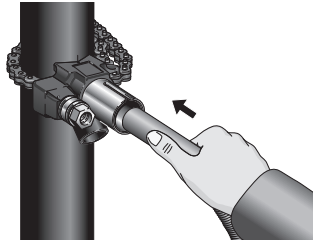

Figura 7 – Extracción de las virutas residuales
9. Desconecte la manguera de la aspiradora de la guía para la broca y úsela para extraer las virutas que queden en la guía y en el tubo. *Vea la Figura 7.*